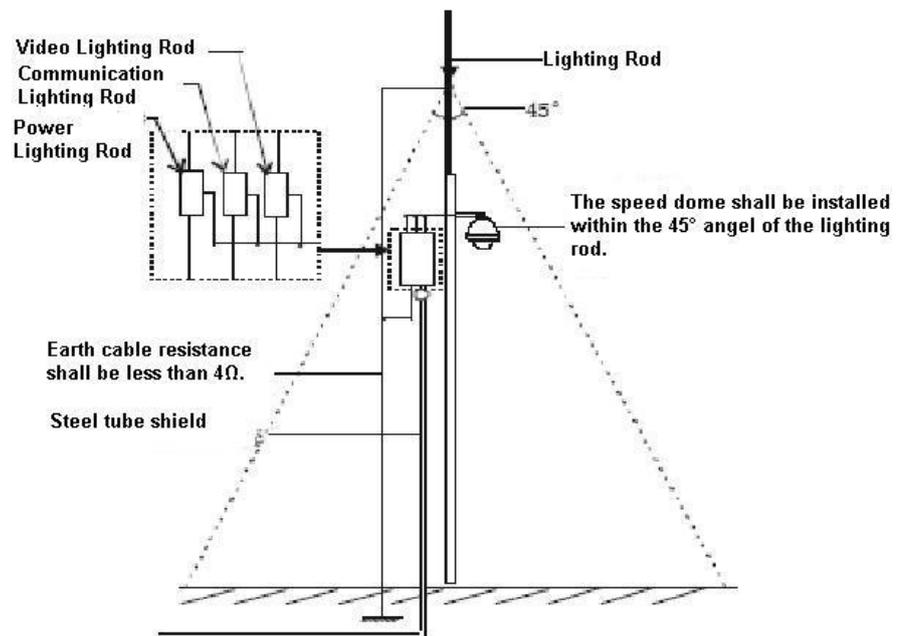

Рисунок 6-1
- Система должна позволять эквипотенциальное электрическое соединение. Заземляющее устройство должно отвечать требованиям защиты от помех и одновременно соответствовать вашим местным требованиям безопасности. Заземляющее устройство не должно быть замкнуто накоротко на провод N (нейтраль) высоковольтной питающей сети или объединено с другими проводками. Если система соединяется с отдельным заземлением, сопротивление заземления должно быть не более 4 Ом и сечение заземляющего провода не больше 25 мм2. Смотрите Рисунок 6-1.